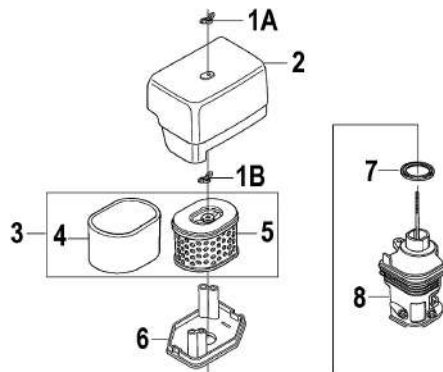

Рис. 26 Обслуживание воздушного фильтра
1. Открутите барашковую гайку 1А и снимите крышку 2 воздушного фильтра (Рис. 26).
2. Открутите барашковую гайку 1В и извлеките из корпуса воздушный фильтр 3 в сборе (Рис. 26).
- Проверьте целостность и чистоту фильтрующих элементов. Поролоновый (предварительный) фильтрующий элемент 4 установлен на корпусе бумажного фильтрующего элемента 5 (Рис. 26).
- При незначительном загрязнении промойте поролоновый фильтрующий элемент 4 (Рис. 26) теплым мыльным раствором и просушите. Поврежденный или сильно загрязненный поролоновый фильтрующий элемент замените.
- Произведите очистку корпуса 8, опоры крышки 6 и крышки 2 воздушного фильтра, не допуская попадания пыли и грязи в воздухопровод, ведущий к карбюратору (Рис. 26).
- Перед установкой воздушного фильтра убедитесь, что уплотнительное кольцо 7 воздушного фильтра находится на месте и не имеет повреждений (Рис. 26).